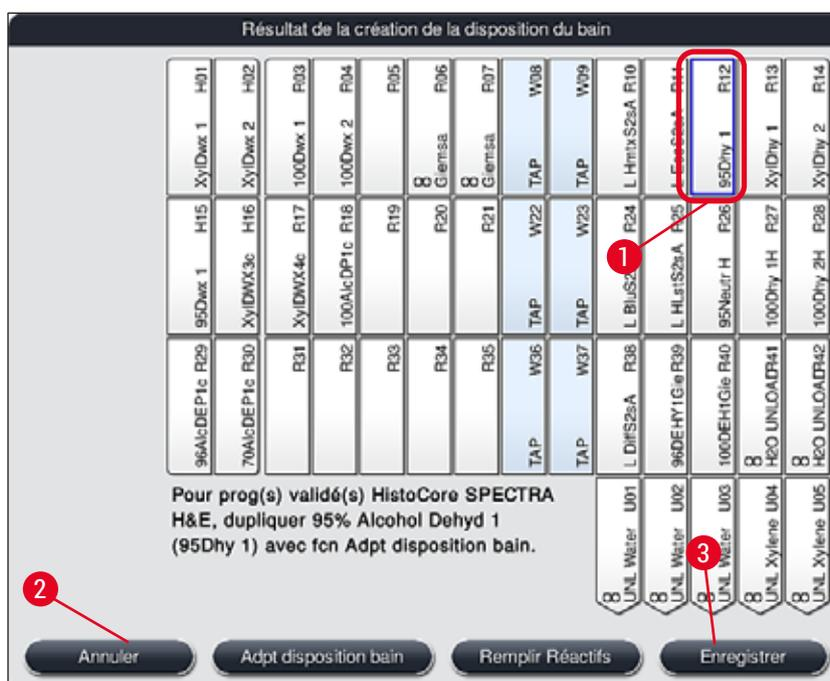

Fig. 53
- Après que le logiciel a calculé la disposition du bain à partir des programmes classés, l'utilisateur obtient un aperçu des résultats affichés à l'écran (→ "Fig. 53").
- Si aucun programme Leica n'a été intégré dans la disposition du bain, l'affichage (→ "Fig. 53") diverge de celui qui apparaît (non illustré). Dans ce cas, les réactifs peuvent être remplis conformément à la description figurant en (→ P. 82 – Remplissage des réactifs).